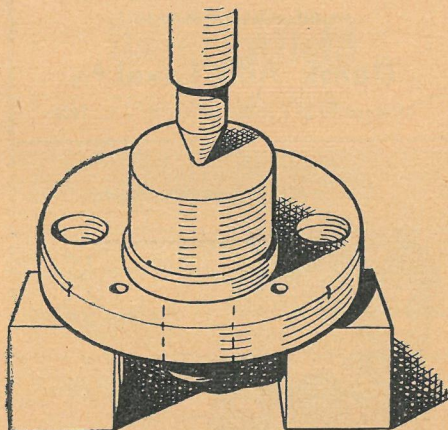

Fig. 11. Kuglelejet indsættes.
4. Lejet anbringes derefter i huset og trykkes fast på plads, idet man nu presser dornen mod lejetappens udvendige flade (fig. 11).